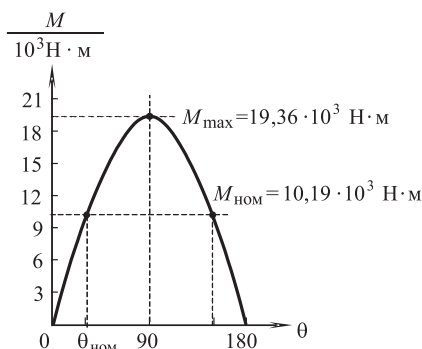

Рис. 11.9
Угловая характеристика $M(\theta)$, построенная по уравнению (1), приведена на рис. 11.9.